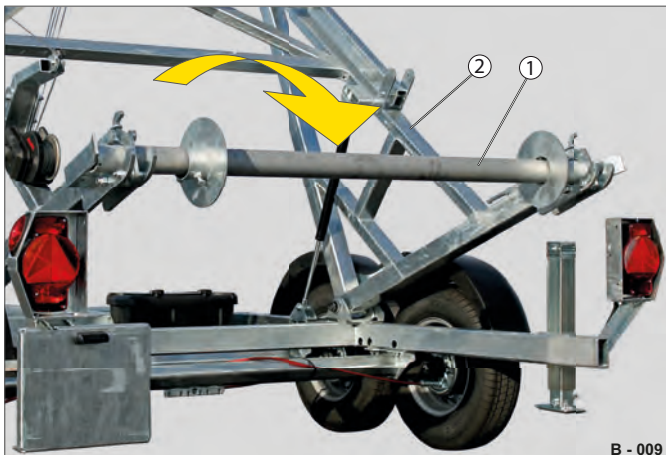

Abb. 1 Trommelgestell heckseitig abgekippt
- ▶ Kippen Sie das Trommelgestell (Abb. 1/2) nach hinten ab.